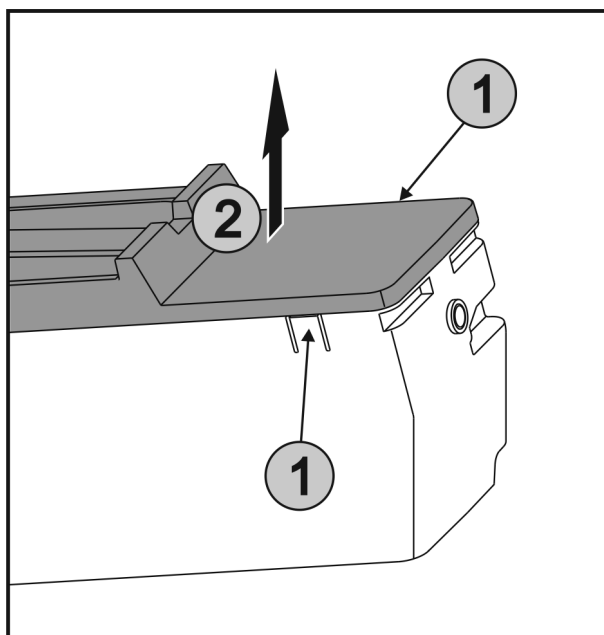

Fig. 57
- ▶ Wcisnąć jednocześnie nakładki Fig. 57 (1) znajdujące się po obu stronach EasyTwist-Ice, a pokrywę zdjąć podnosząc Fig. 57 (2) do góry.